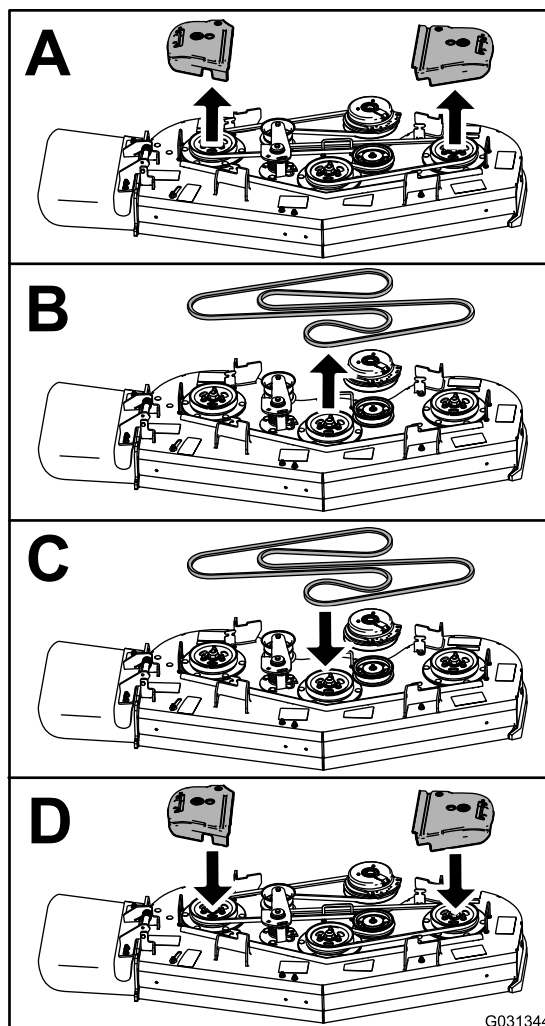

Figure 66
4. Remplacez la courroie comme montré à la Figure 66.